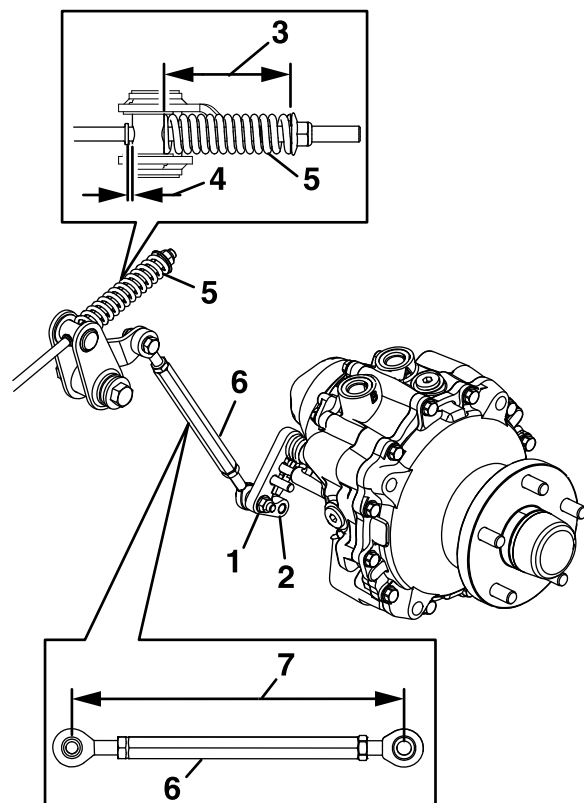

Figura 57
7. Mida la longitud del conjunto de enganche (Figura 57).
8. Mida la longitud del muelle (Figura 57).